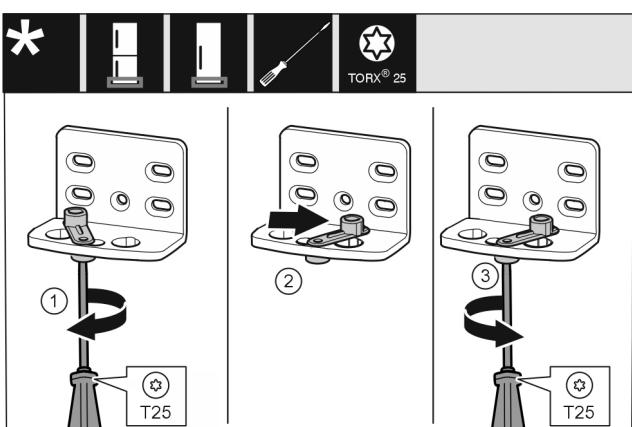

Fig. 14
- Înșurubați slăbit șurubul cu șurubelnita T25. Fig. 14 (1)
- Ridicați dispozitivul auxiliar de închidere a ușii și rotiți-l cu 90° spre dreapta în orificiu. Fig. 14 (2)
- Înșurubați ferm șurubul cu șurubelnita T25. Fig. 14 (3)